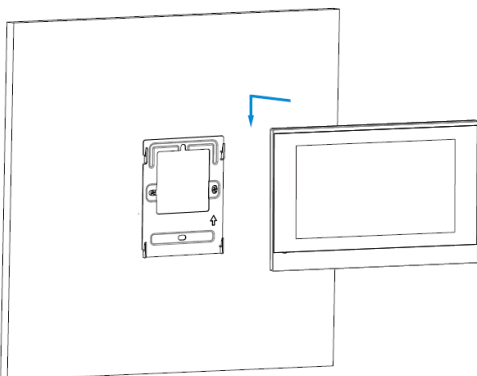

Figura 6: Montaje del dispositivo
8. Alinee el aparato con el soporte mural. Empuje hacia abajo para fijar el dispositivo de forma segura (Figura 6).